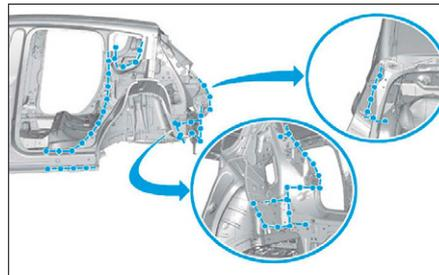

FIG. 168
- Préparer les zones d'accostage et les protéger par un apprêt soudable (Fig.168).